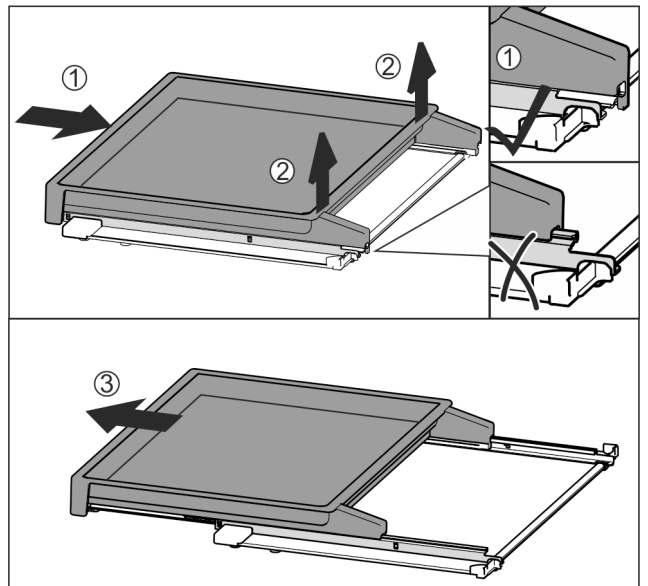

Fig. 43
- ▶ Introduzca por completo el estante extraíble Fig. 43 (1).
- ▶ Suelte el enganche en el lado trasero Fig. 43 (2).
- ▶ Retire el estante extraíble hacia delante Fig. 43 (3).